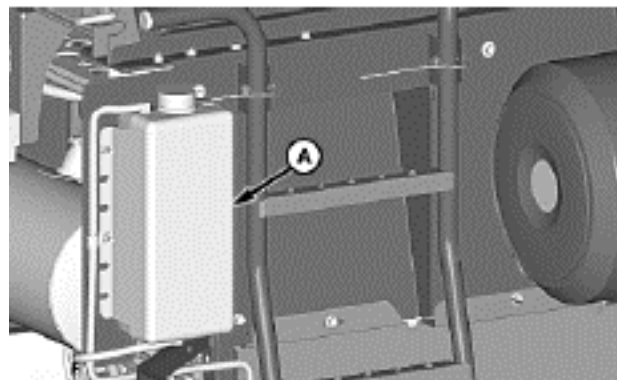

Рис.4.2 – Розташування розширювального баку охолоджувальної рідини
3. Перевірка рівня охолоджувальної рідини. Перевіряти періодично рівень охолоджувальної рідини і контролювати відсутність слідів витоків. Охолоджувальну рідину заливати в розширювальний бак до позначки "COLD" (рис.4.2).